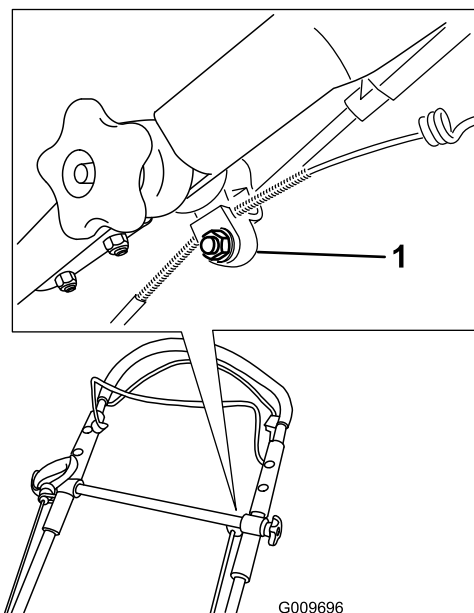

Рисунок 47
- Ослабьте болт на хомуте тросика (Рисунок 47).